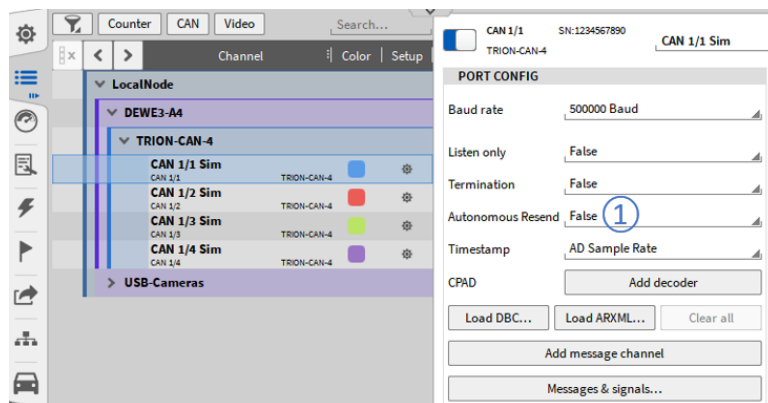

Abb. 7.200: Autonomous resend Option
Die Option Autonomous Resend (siehe ① in Abb. 7.200) bietet die folgende Funktionalität für CAN-Ports, die Daten übertragen: